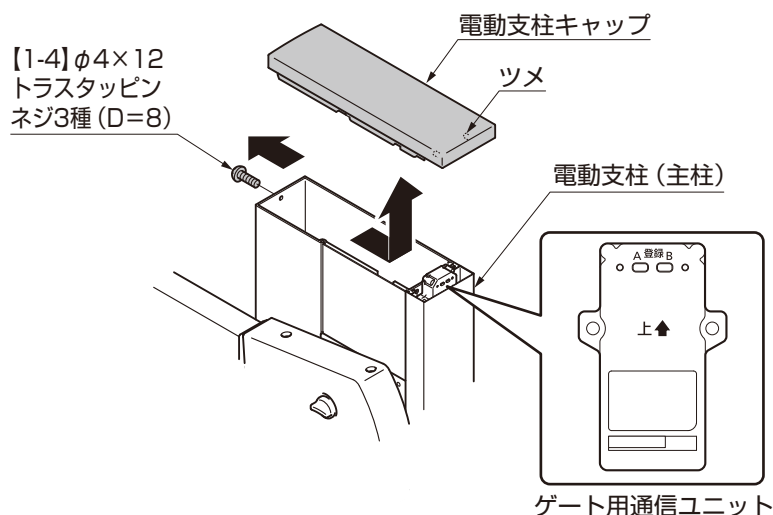

図5-1
①【1-4】を取外し、電動支柱キャップを電動支柱(主柱)からスライドさせて取外してください。(図5-1参照)